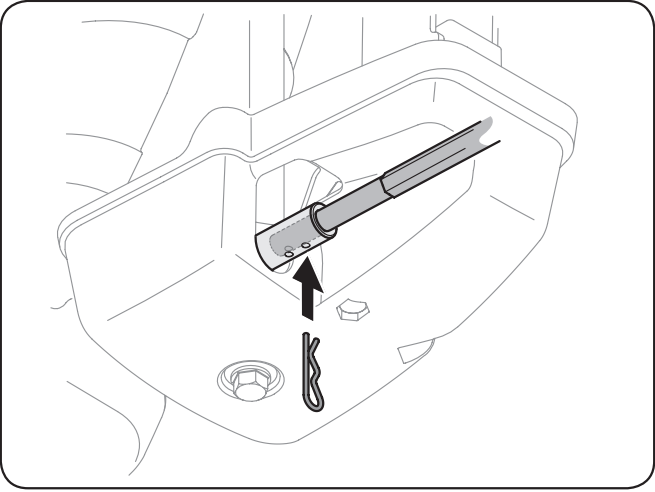

Figure 6-6
2. Retirez la tige de commande de la goulotte jusqu'à ce que le trou dans celle-ci s'aligne avec le deuxième trou dans l'ensemble de commande de la goulotte. Voir la Fig. 6-6.
3. Réinsérez la goupille fendue par ce trou et la tige de commande de la goulotte. Voir la Fig. 6-6.